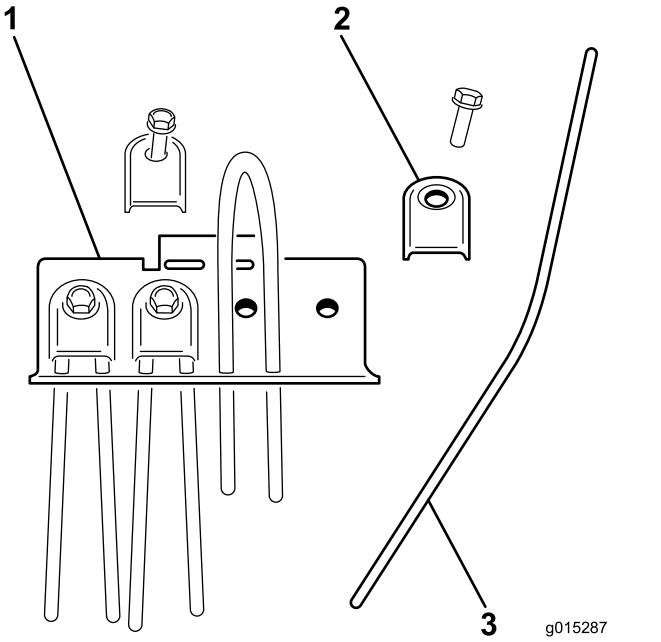

Рисунок 28
- Снимите держатель зуба и удалите поврежденный зуб (Рисунок 28).